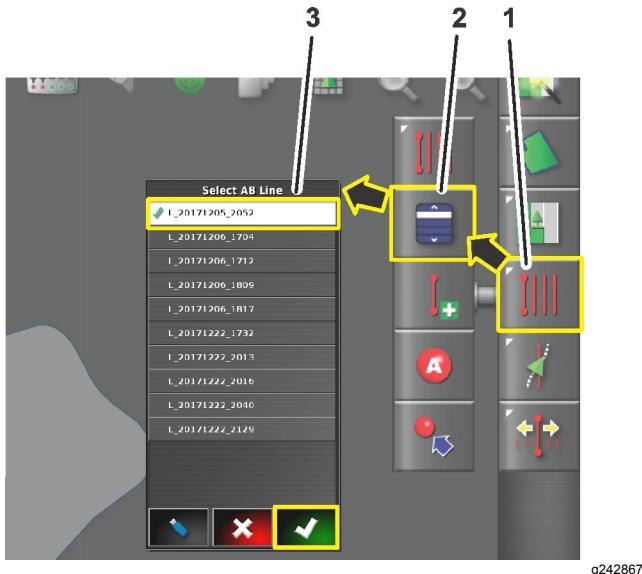

Figura 19
1. Pulse el icono del menú de líneas de guía (Figura 19).
2. Pulse el ícono Seleccionar línea de guía (Figura 19).
4. Para líneas de guía rectas o curvas, pulse el ícono de selección de guiado (Figura 19) para una línea AB o curva.
5. Pulse el nombre de la línea de guía deseada y pulse el ícono de confirmación (Figura 19).